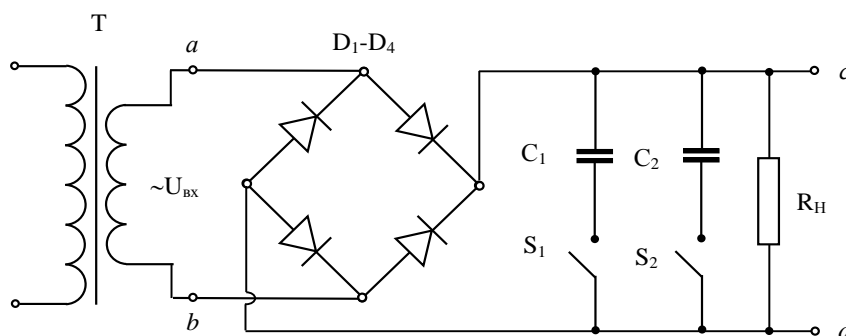

Рис.10
1. Собрать схему для изучения двухполупериодного выпрямителя согласно рис.10 и представить для проверки преподавателю.